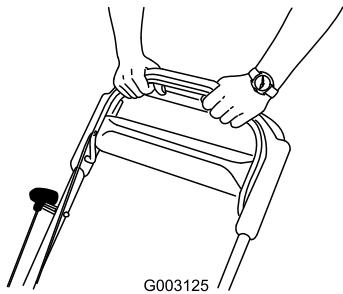

Figure 20
3. Maintenez la barre de commande des lames contre le guidon (Figure 20).